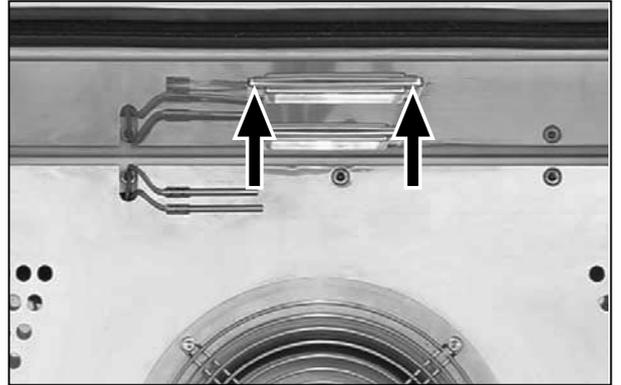

Abb. 42 Innenraumbeleuchtung
1. Vier Befestigungsschrauben der Glasplatte an der Decke des Innenraums lösen und Glasplatte abnehmen (Abb. 42).